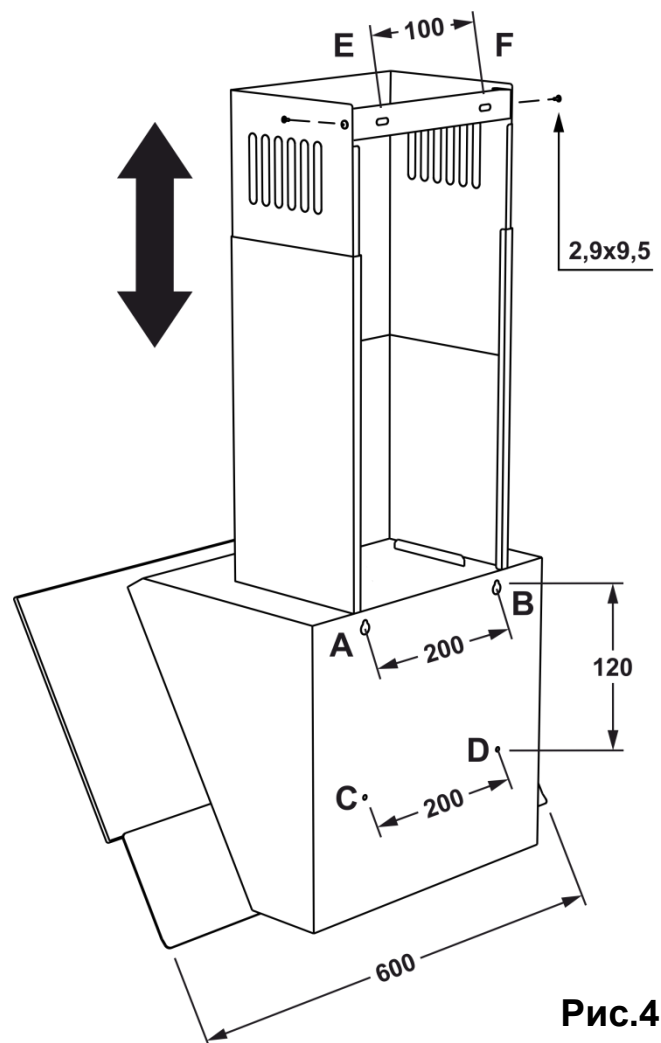

Рис.4
6.4 Проведите разметку крепежных отверстий корпуса на стене кухни. Для этого изготовьте бумажный шаблон с координатами 4-х отверстий на задней стенке корпуса (точки А, В, С, D см. схему монтажа); приложите шаблон к стене на необходимой высоте, указанной ранее, и выровняйте по уровню (рис.4).
6.10 Установите телескопический кожух дымохода на корпусе вытяжки. Поднимите верхнюю панель кожуха с планкой под потолок, чтобы он закрывал воздуховод вентиляции, и разметьте по пазам планки 2 отверстия под крепление (точки Е, F) рис.4.
6.13 Установите внешнюю панель кожуха дымохода в пазы на корпусе вытяжки, а внутреннюю – поднимите вверх до совмещения отверстий крепления с планкой и соедините с боков двумя шурупами ПКГ 2,9х9,5 (рис.4).